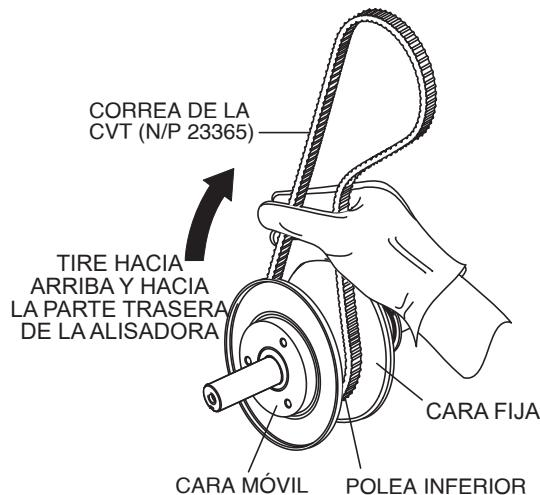

Figura 35. Mantenimiento de la polea inferior abierta
- Coloque la correa nueva de la CVT sobre la polea inferior (Figura 35). Apriete la correa y tire de ella hacia arriba y hacia la parte trasera de la alisadora. Esto abrirá las caras de la polea de impulsión inferior.